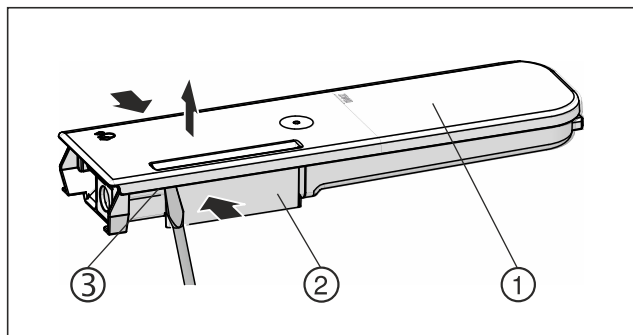

Fig. 146
- ▶ 挤压水容器 Fig. 146 (2)，然后小心地将盖子 Fig. 146 (1) 从锁定凸耳 Fig. 146 (3) 上撬起并向上拉。
- ▶ 略微来回移动盖子 Fig. 146 (1)，然后将其向上取下。